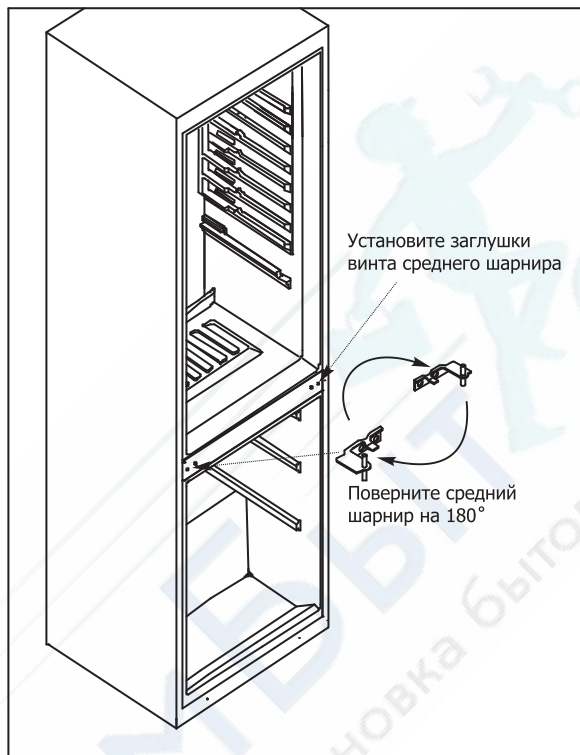

Рисунок 8.
**7** - Поверните средний шарнир на 180°. Установите двери морозильной и холодильной камер вместе со средним шарниром. (Повторяйте действия, описанные в пункте 2 в обратном порядке). Зафиксируйте средний шарнир, плотно закрутив винты (Рис. 8). Установите две заглушки винта среднего шарнира в отверстия на правой стороне.